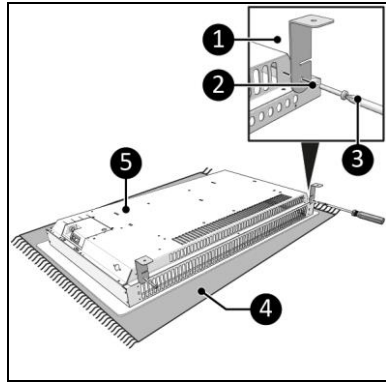

Figure 11
7. Posez l'appareil sur une surface douce et stable (figure 11, pos. 4).
8. Vissez et serrez deux supports (figure 11, pos. 1) des deux côtés du corps principal (figure 11, pos. 5) avec une petite vis (figure 11, pos. 2) en utilisant un tournevis Phillips (figure 11, pos. 3).